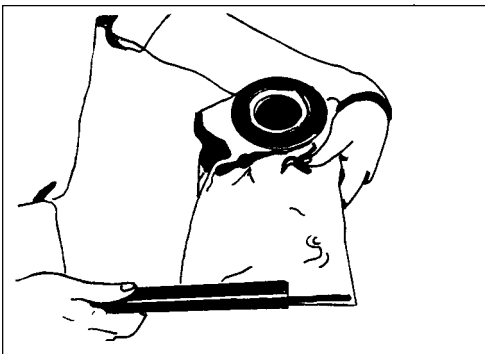

Figure 17
3. Slide the clamp off the filter bag. See figure 17.
3. Faites coulisser la pince qui referme la partie inférieure du sac-filtre en tissu. Voir figure 17